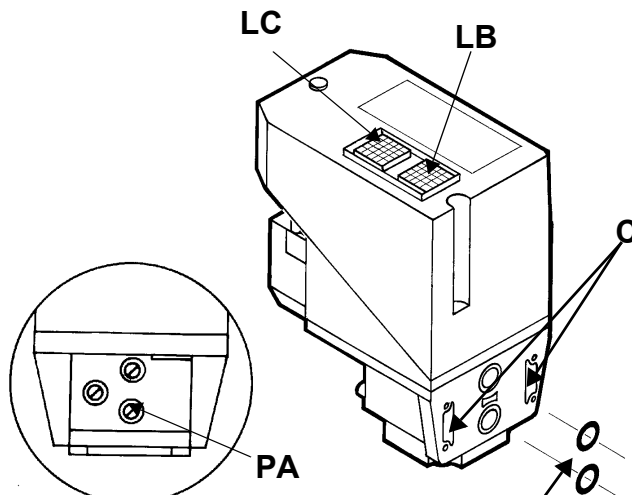

Fig. 21
- 5 avvitare le 4 viti del controllo di tenuta (M4 x 16) Fig. 21-C.
Per effettuare la verifica di funzionamento, inserire un manometro in corrispondenza della presa di pressione **PA** (Fig. 21). Se il ciclo di prova ha esito positivo, dopo alcuni secondi si accende la lampada di consenso **LC** (gialla). In caso contrario si accende il pulsante luminoso **LB** di blocco (rossa). Per ripartire è necessario sbloccare l'apparecchiatura premendo il pulsante **LB**.